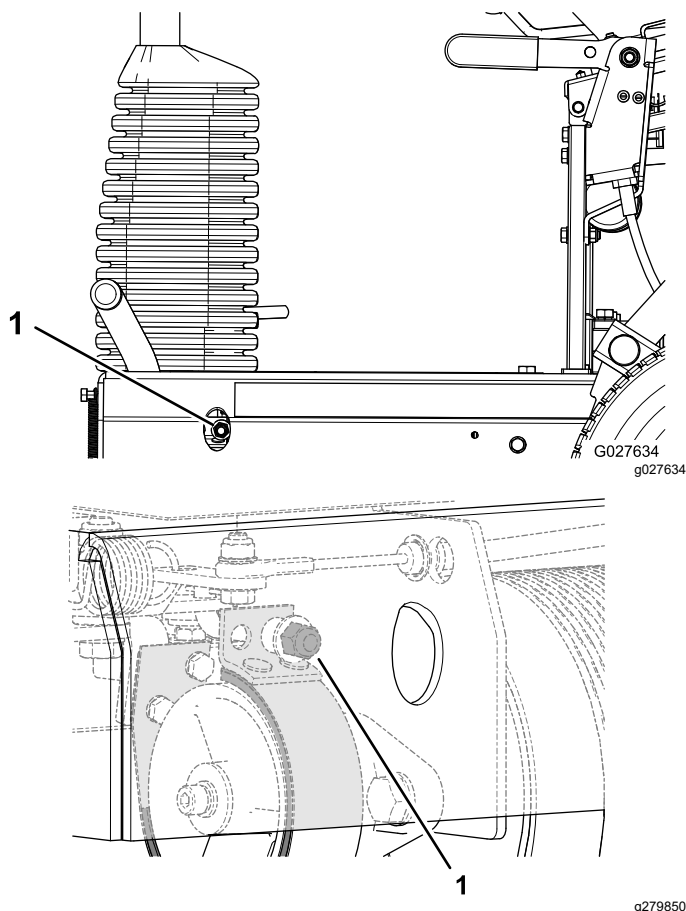

Figure 35
- Pour accroître la force du frein, tournez le contre-écrou dans le sens horaire (Figure 35).
- Pour réduire la force du frein, tournez le contre-écrou dans le sens antihoraire (Figure 35).